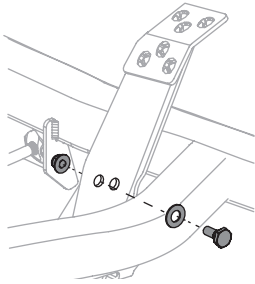

Figura 37
2. Retire el perno hexagonal, la arandela y la tuerca hexagonal cerca del centro del conjunto del pedal. Vea la Figura 37.
4. Vuelva a instalar el hardware que retiró anteriormente y apriete la tuerca a 28-35 pies-libras (38-47 N-m). Vea la Figura 37.